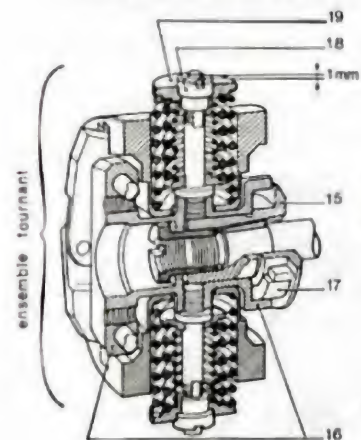
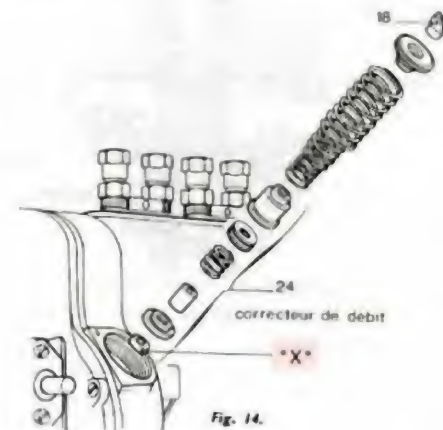

Fig. 10.
Fig. 14.
Démontage de l'ensemble tournant (fig. 10 et 11)
- Emmancher les axes d'articulation (22) qui doivent être légèrement durs dans la pièce support, puis placer la goupille.
- Monter les leviers coudés (23), les masses (9) et introduire l'axe d'articulation (22) des leviers coudés.
- Monter l'axe d'articulation (12) et vérifier le mouvement de l'ensemble.
- Régler la cote «A» du correcteur de débit à $\pm 0,05$, à l'aide de cales de compensation (fig. 14 bis).
- Introduire le correcteur de débit (24) (si le système en est équipé), les cuvettes intérieures, les ressorts, les cuvettes extérieures et l'écrou.
- Comprimer les ressorts à l'aide de l'appareil spécial et visser l'écrou (18) avec une clé à têtou (fig. 10, 13 et 14) (l'axe fileté doit dépasser d'environ 1 mm).
(1) Les axes des nouveaux blocs tournants sont « poinçonnés » et par conséquent non démontables.
- Exercer une pression sur l'axe d'accouplement (12). Comprimer les ressorts de marche à vide jusqu'à la rencontre d'une forte résistance due à l'entrée en action des ressorts de grande vitesse (s'assurer que les masses attaquent les ressorts de grande vitesse simultanément). La course « r », qui doit être de 6 mm pour chaque masselotte, peut être réglée par montage de rondelles inférieures « X » d'épaisseurs différentes (fig. 14).
Fig. 14 bis.